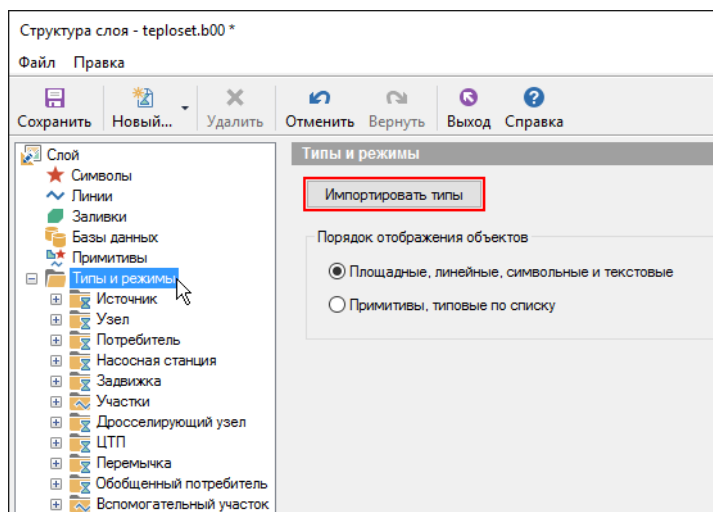

Рисунок 4.23. Импорт типов
1. В дереве редактора структуры слоя встать на пункт Типы и режимы, нажать кнопку Импортировать типы. (смотрите Рисунок 4.23, «Импорт типов»).